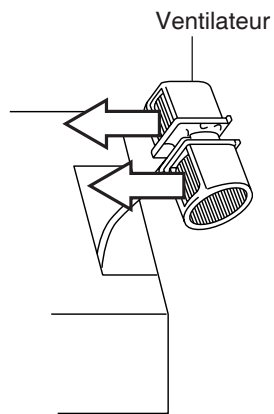

Fig. 1-2-2
- (3) Soulever délicatement le ventilateur hors de l'appareil, et tourner le ventilateur de 90 degrés pour que les ports d'évacuation soient face à l'avant de l'appareil (Fig. 1-2-2).